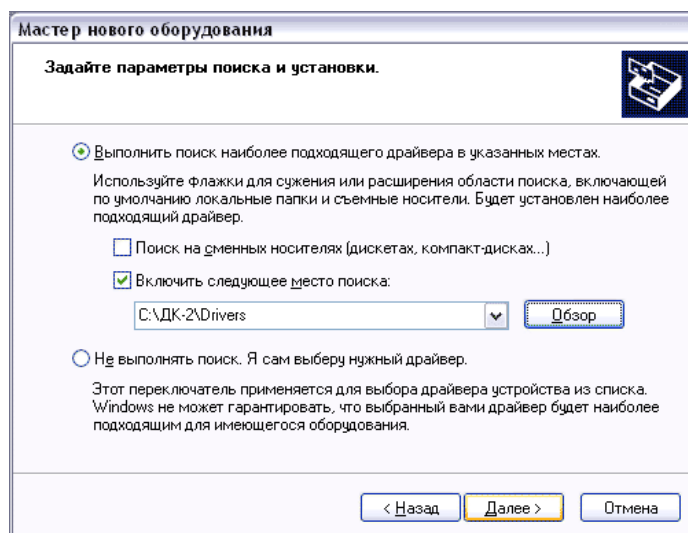

Рис. 2.4.
- 2.2.1.6. В открывшемся окне задать параметры поиска и установки (рис. 2.4):
- 2.2.1.8. Нажать кнопку «Далее» в диалоговом окне (рис. 2.4).